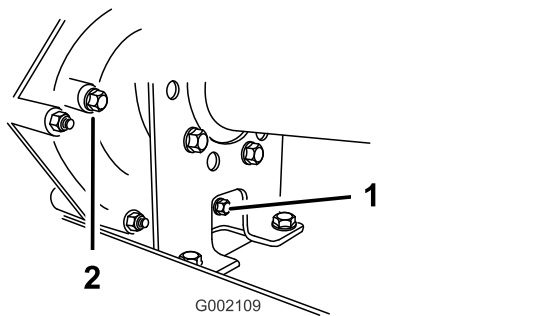
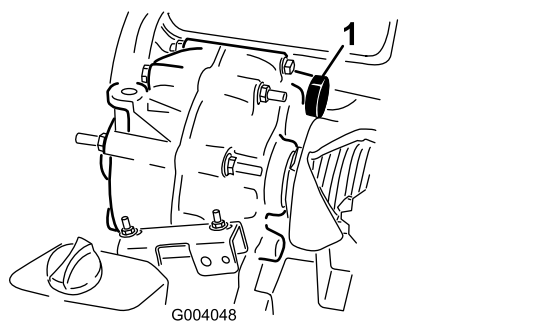

Figura 56
Figura 57
- Pulite la superficie attorno al tappo di riempimento e di spurgo con un panno (Figura 56).
4. Estraiete il tappo di riempimento facendolo girare in senso antiorario (Figura 56).
5. Estraiete il tappo di spurgo facendolo girare in senso antiorario (Figura 56).
6. Installate e serrate il tappo di spurgo e la guarnizione del foro del tappo di spurgo della trasmissione (Figura 56).
7. Riempite il serbatoio (Figura 57) attraverso il foro di riempimento con circa 1,4 litri del fluido specificato o fino a quando il livello di fluido nella trasmissione non è a livello con il fondo delle filettature. (Figura 56).
8. Installate e serrate il tappo di riempimento e la guarnizione del foro del tappo di riempimento della trasmissione (Figura 56).
10. Controllate il livello del fluido e aggiungetene altro se è al di sotto delle filettature del foro del tappo di riempimento (Figura 56).